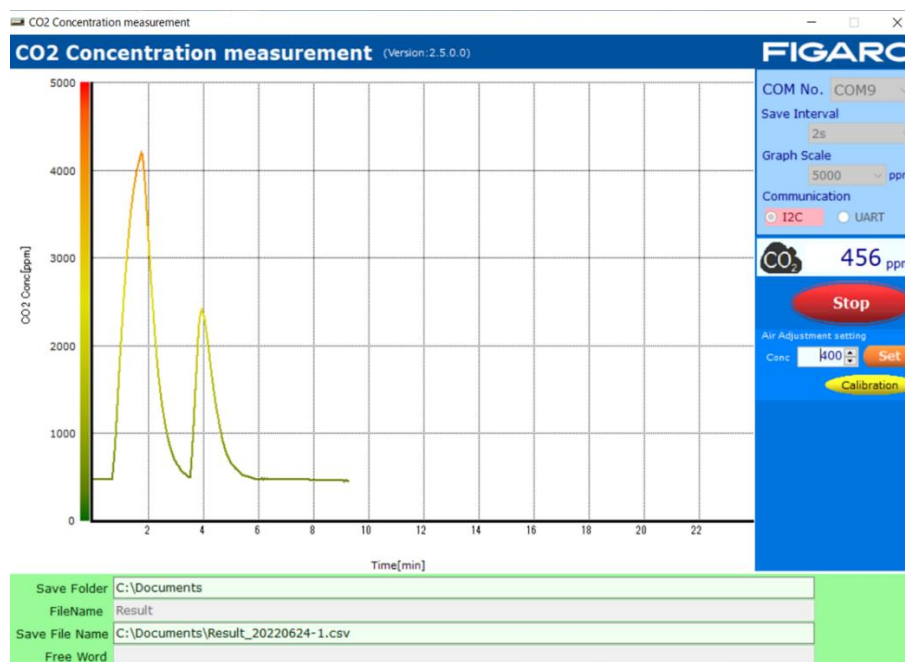

図 9 測定データの表示例
- ⑪ 測定の開始
- ・ 測定周期は 2 秒周期で、画面上では最新の測定データから約 10 分前までの測定データが表示されます。(図 9)